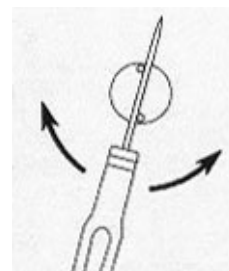

図 14
- スピンドルとディスクを離すために図 14 のようにドライバーをディスクの 2 本のピンの間に入れてください。次にドライバーでディスクを軽く回します。回す方向はどちらでも結構です。これでディスクは自由になります。